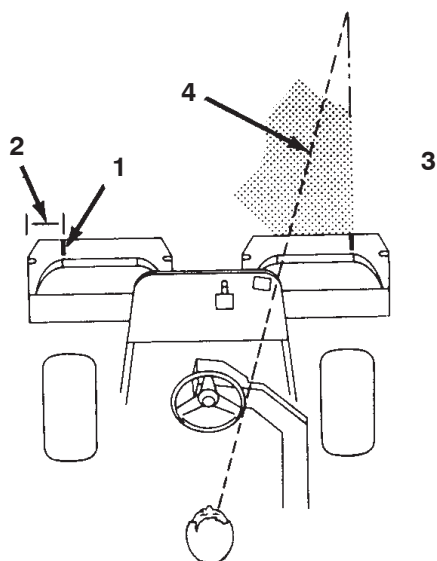

Figure 39
1. Mesurez environ 12,7 cm à partir du bord extérieur de chaque bac (Fig. 39).
2. Placez une bande de ruban adhésif blanc ou tracez un trait sur chaque bac parallèlement à son bord extérieur (Fig. 39).